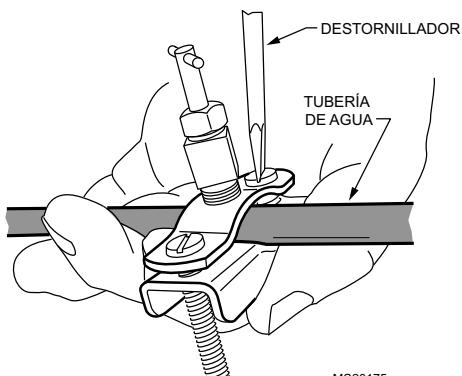

Fig. 6. Instalación de la válvula de asiento.
2. Utilice la válvula de montura autoperforante que se incluye para insertar en la tubería de agua en la ubicación elegida. Consulte la Fig. 6. Si utiliza un tubo galvanizado, purgue la tubería y pretaladre 3/17 in (4.4 mm) para la válvula de montura.